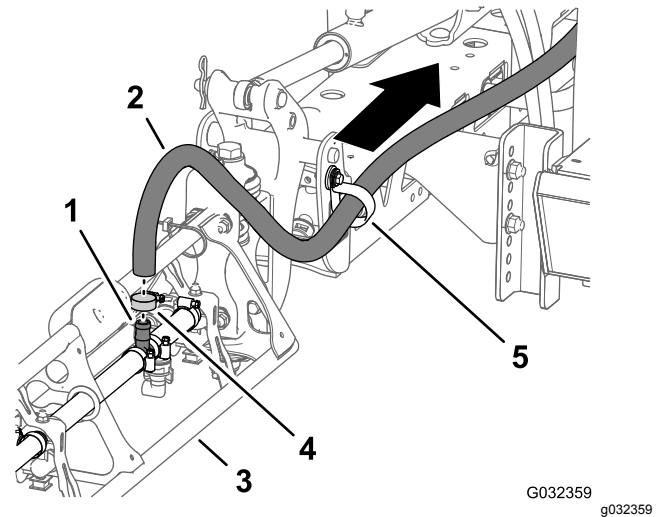

图47
1. 在外部喷洒臂段取下将喷洒臂段的供水软管固定到宝塔 T 形接头的软管夹图47。
2. 从 T 形接头上拆下软管 (图47)。
3. 从 R 形夹上取下软管的自由端 (图47)。